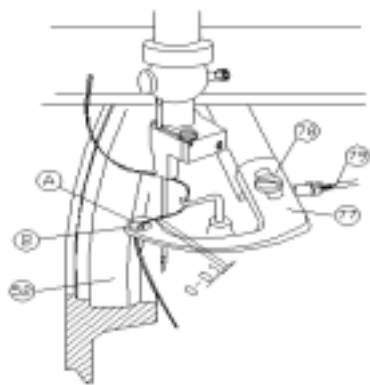
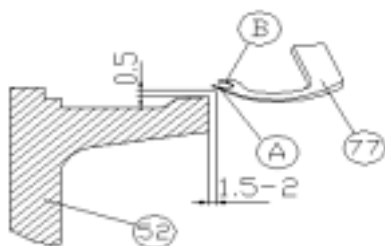
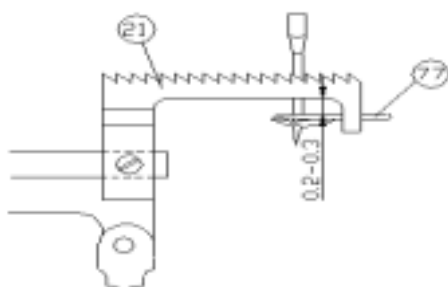

Fig. 40
Fig. 41
Fig. 42
El cargador de thread (77) sirve para cargar el thread en la aguja. El parte (A) trasero de la punta, when en su puesto más cerca de la aguja, debe rozar la aguja sin doblarlo. El puesto puede ser ajustado cambiando de lugar al cargador de thread en su soporte después de aflojar los dos tornillos (78). FIG.40. cuando el cargador de thread está en el final de su travesía a la derecha, la distancia entre la parte trasera (A) y el borde a la derecha de la rueda thread - cargar (52) debe ser 1.5 - 2 mm. Fig. 41.
La distancia correcta es obtenida ajustando la varilla de corbata (79) entre las dos articulaciones. La altura es ajustada doblando al cargador de thread. Fig. 41. El cheque que hay una brecha de aproximadamente 0.2 - 0.3 mm entre el cargador de thread y la parte más baja del perro de forraje. Fig. 42.